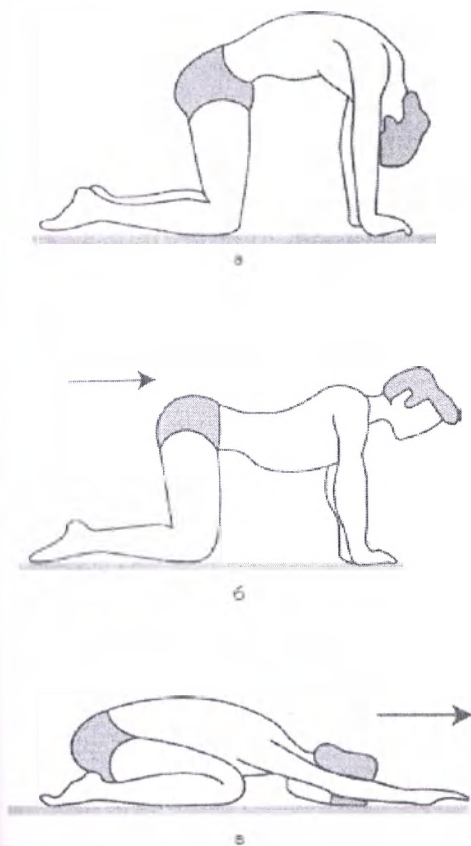

Рис. 15
9. Завершающим элементом в коррекции грудного отдела является выполнение нескольких упражнений на «растяжение и выпрямление» грудного отдела (асаны кошки, собаки, змеи) (Рис. 15).